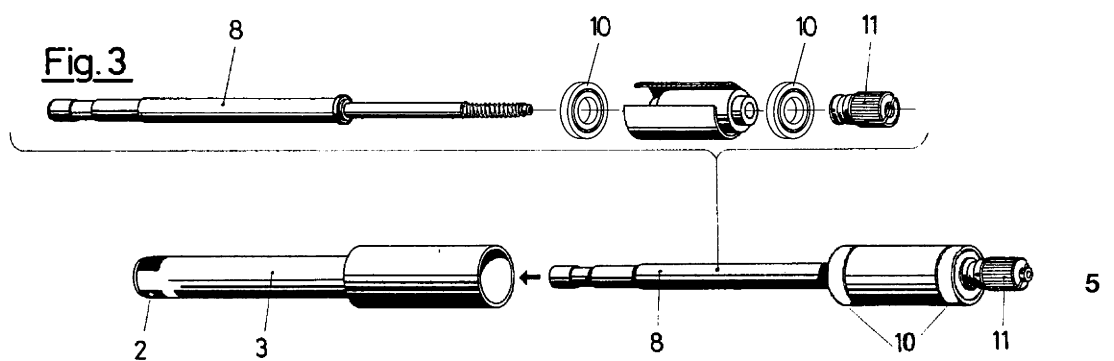

Fig. 3
Si durante el cambio de aceite se hubiesen ensuciado por descuido los cojinetes, hay que desmontarlos de acuerdo con la fig. 3 y limpiarlos con bencina pura (no se debe emplear ningún otro medio de limpieza fuere el que fuere).
Si después de largo uso de un molinete precisa cambiar los cojinetes de bolas, procédase igualmente según la fig. 3. Después montar exactamente la tuerca (11) y apretarla. La mejor forma de hacerlo, es sujetar el eje de acero (8) dentro del cuerpo del molinete (1) según la fig. 3. Después del montaje, límpiense los cojinetes de la grasa protectora adherida, mediante bencina pura.